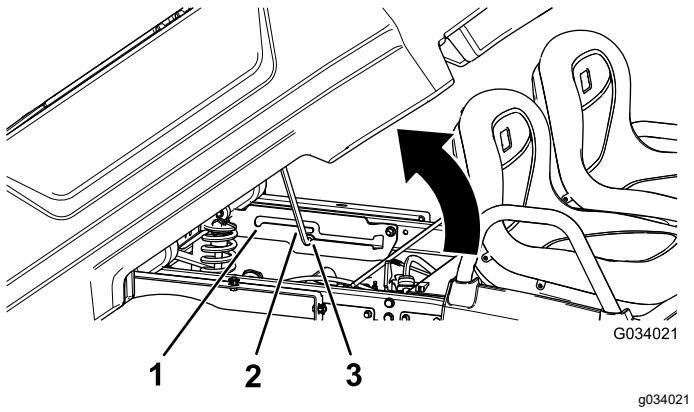

Рисунок 16
2. Ведите опорную стойку в паз с фиксацией, удерживающий кузов в положении разгрузки (Рисунок 16).
2. Вытяните опорную стойку из паза с фиксацией (Рисунок 16).
2. Ведите опорную стойку в паз с фиксацией, удерживающий кузов в положении техобслуживания (Рисунок 16).